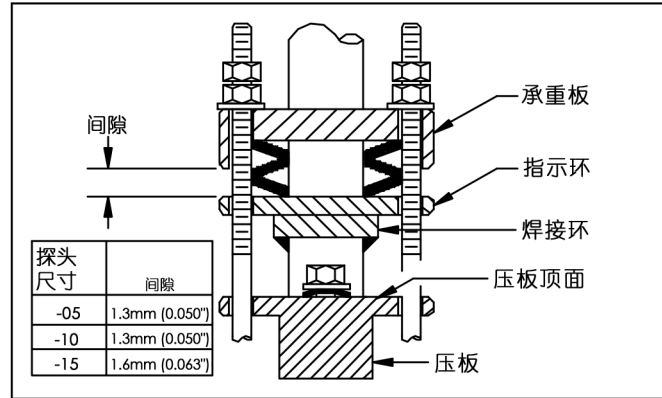

图 6：合适的弹簧压缩
- 将三个锁紧垫圈和三个承重螺母套在螺柱上并拧紧。拧紧承重螺母，直到承重板距 -05 和 -10 探头的指示环 1.3mm (0.050") 时为止。对于 -15 探头，承重板应距指示环 1.6mm (0.063")（参见图 6）。对于 -05 探头，拧紧所有承重螺母直到承重板接触到指示环，然后将所有承重螺母松开一圈。对于 -10 和 -15 探头，拧紧所有承重螺母直到承重板接触到指示环，然后将所有承重螺母松开 3/4 圈。这样，弹簧锁定装置就正确安装好了。
- 注意：焊接环（图 6）上的焊接点不能接触到压板顶面。如果焊接环上的焊接点接触到压板顶面，探头便不能完全顶住管道底部。如果出现这种情况，请在继续操作前咨询厂家。